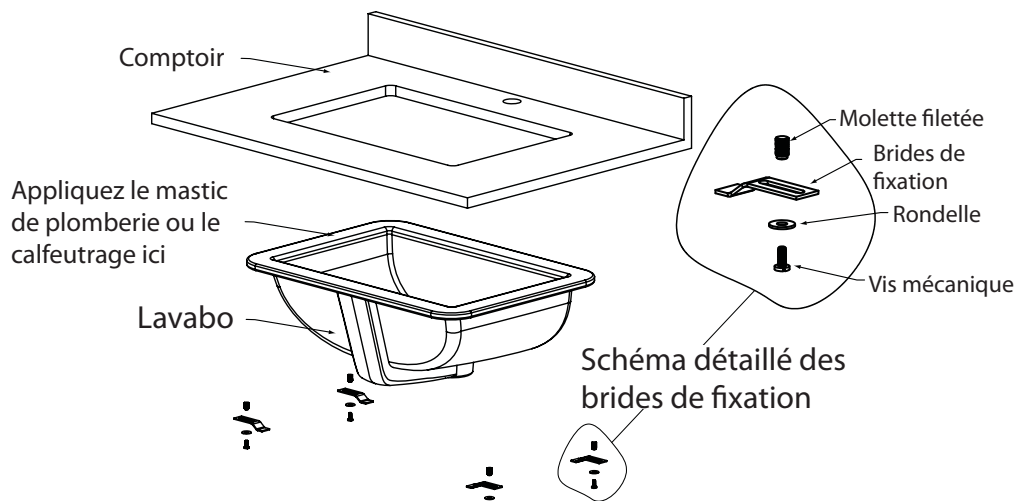

Figure 1
- o Reportez-vous à la figure 1, au schéma détaillé des brides de fixation. [Installation pour comptoirs de surface solide d'une épaisseur minimum de 1 po (25 mm). L'installateur doit fournir les ancrages pour les comptoirs plus minces.]
- o Pour l'installation sur une surface solide, percez des trous pour ancrages d'un diamètre de 3/8 po (0,95 cm) et d'une profondeur de 1/2 po (1,27 cm). Appliquez une petite quantité de résine époxyde (non incluse) sur l'extrémité fermée de la molette filetée (C).